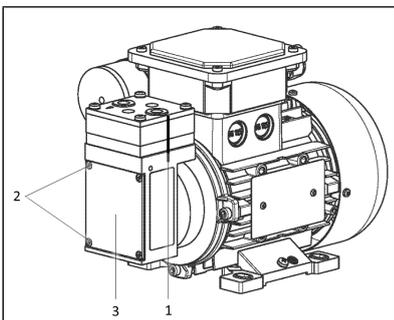

Abb.4 Markierung mit Filzstift
1. Markieren Sie Druckplatte, Kopfdeckel, Zwischenplatte und Gehäuse mit einem Filzstift (Abb. 4/1), um eine korrekte Montage sicherzustellen.
2. Entfernen Sie den Gehäusedeckel (Abb. 4/3).
3. Lösen Sie die vier Befestigungsschrauben (Abb. 4/2) und entfernen Sie den Gehäusedeckel (Abb. 4/3).